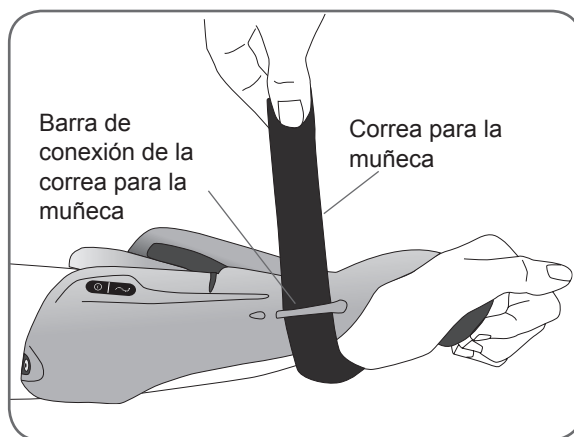

Ilustración 6-12: Cómo asegurar la correa para la muñeca.
2. Lleve la correa bajo la muñeca y de nuevo arriba a través de la barra de conexión de la correa para la muñeca. Consulte la Ilustración 6-12.